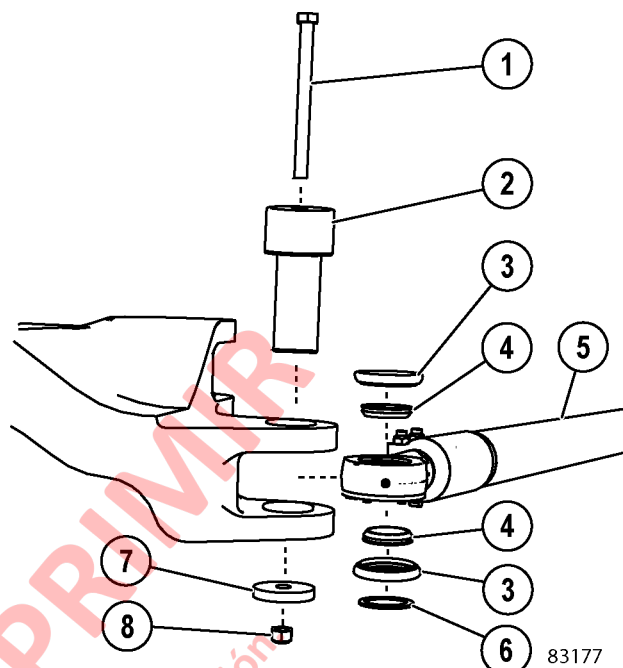

FIGURA 3-12. INSTALACIÓN DE LA BARRA DE DIRECCIÓN (TIPO)
4. Retire las tuercas de seguridad (8, Figura 3-12), los retenes (7) y los tornillos (1) de ambos extremos de la barra de dirección.
5. Retire los pasadores (2) de cada extremo de la barra y trásládelos a un área de trabajo limpia. Los espaciadores de los rodamientos (4) quedarán sueltos cuando se retire el pasador. **Asegúrese de que los espaciadores de los rodamientos no caigan y se dañen al sacar el pasador.**
7. Retire los sellos (3), los espaciadores (4) y la arandela (6).
1. La barra de dirección (5, Figura 3-12) pesa, aproximadamente, 165 kg (364 lb). Use un dispositivo de elevación apropiado para colocar la barra en su posición en el camión.